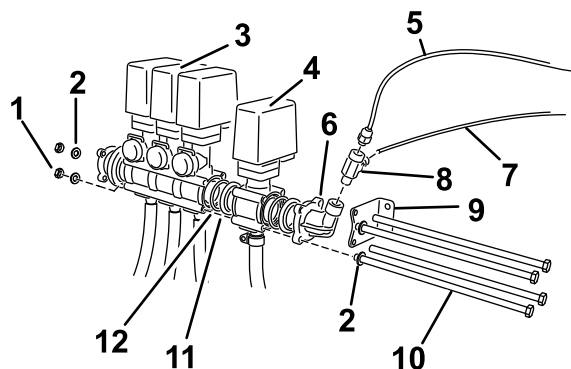

Figure 5
4. Trouvez l'ensemble vannes de dévidoir dans les pièces détachées et montez-le en ligne avec les vannes existantes (Figure 5).
6. Repositionnez le support sur l'ensemble vannes d'extrémité dans les deux trous de l'adaptateur du coude les plus proches du support de la vanne de rampe (Figure 5).
7. Insérez deux longs boulons (M8 X 260 mm) dans le support de montage, dans les trous supérieur et inférieur des corps de vannes du dévidoir et les vannes de dérivation les plus proches du longeron de montage (Figure 5).
9. Avec les deux autres boulons (M8 X 260 mm) et les rondelles existantes, fixez les ensembles vannes dans les trous libres des corps de vannes (Figure 5)
13. Posez le raccord en T (Figure 5)